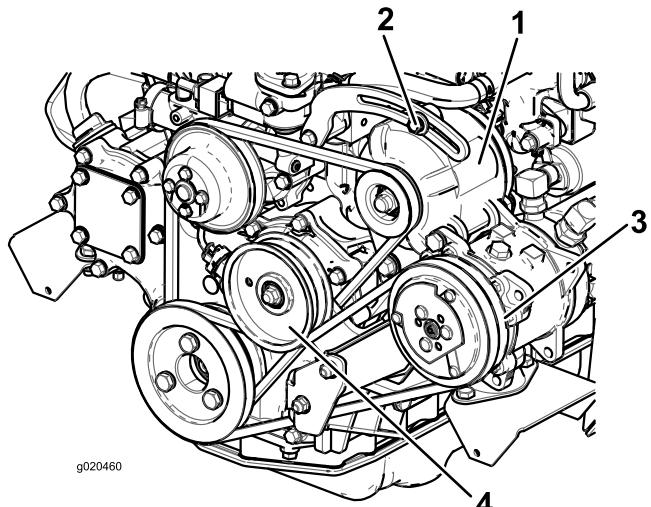

Bild 113
Lockern Sie bei einer Durchbiegung von mehr oder weniger als 10 mm die Befestigungsschrauben der Lichtmaschine (Bild 113).
Prüfen Sie den Zustand und die Spannung des Riemens (Bild 113) alle 100 Betriebsstunden.
2. Lockern Sie bei einer Durchbiegung von mehr oder weniger als 10 mm die Befestigungsschraube der Spannscheibe (Bild 113). Erhöhen oder reduzieren Sie die Spannung der Kompressor-RiemsSpannung und ziehen Sie die Schraube fest. Prüfen Sie die RiemsSpannung noch einmal auf korrekte Einstellung.